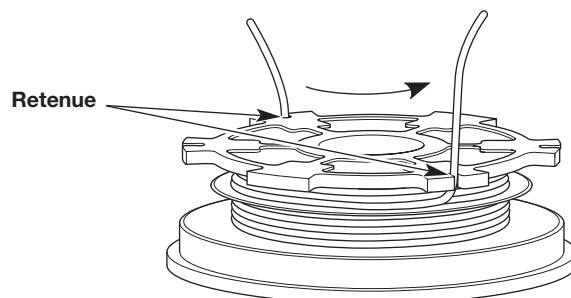

Fig. 16
- Insérez les deux parties de 150 mm (6 po.) dans les deux fentes de retenue de 2,03 mm (0,080 po.) (Fig. 16).